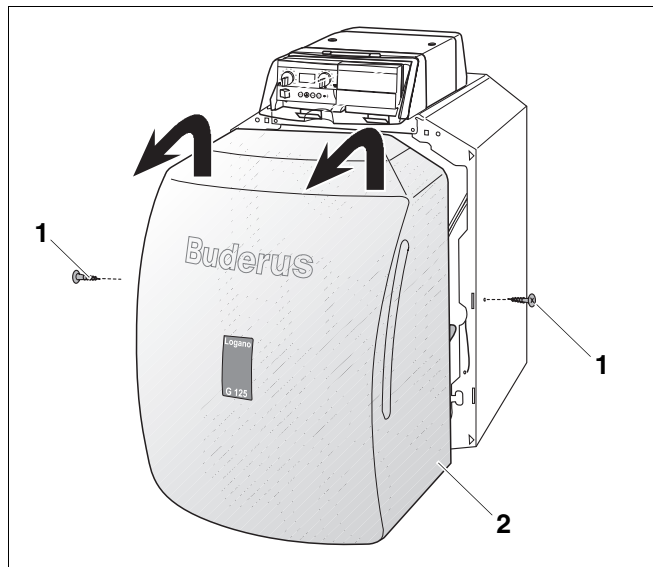

Рис. 4 Демонтаж кожуха горелки
- Выкрутить винты слева и справа на отопительном котле (рис. 4, поз. 1).
- Кожух горелки (рис. 4, поз. 2) немного приподнять и снять, подав на себя.